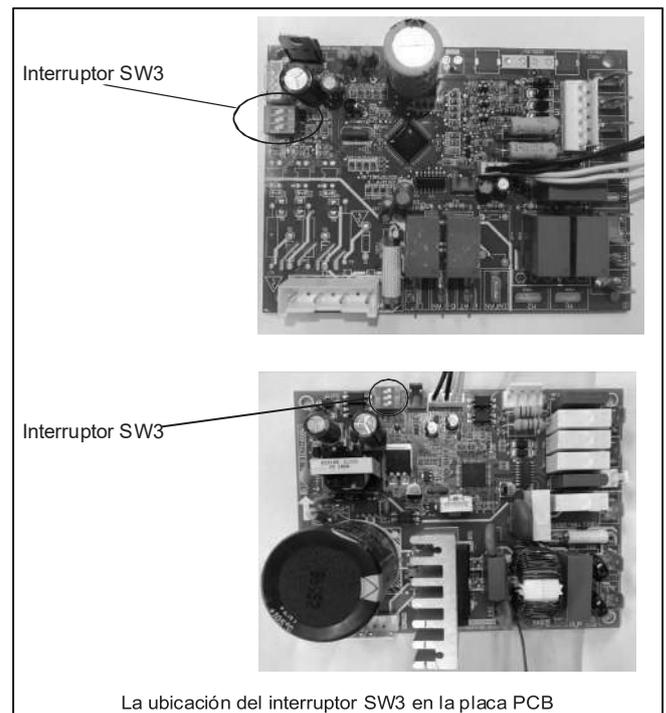

Figura 43
PASO 3 - Asegúrese de colocar la unidad de cubierta del ventilador en el suelo (Figura 43).